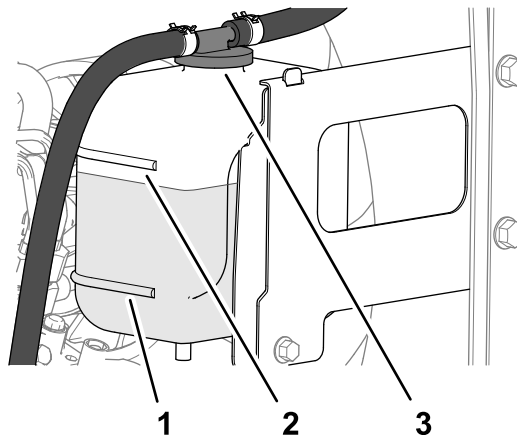

Figure 109
3. Vérifiez le niveau du liquide de refroidissement dans le vase d'expansion (Figure 109).